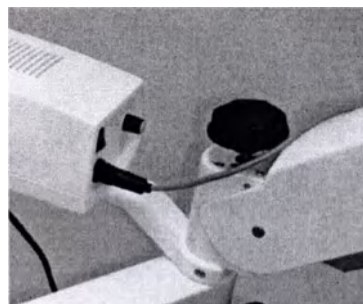

Рис. 7
5.2.5 Для регулировки натяжения ослабьте винт регулировки натяжения гибкой руки. Для фиксации закрутите по часовой стрелке (см. рис. 7).